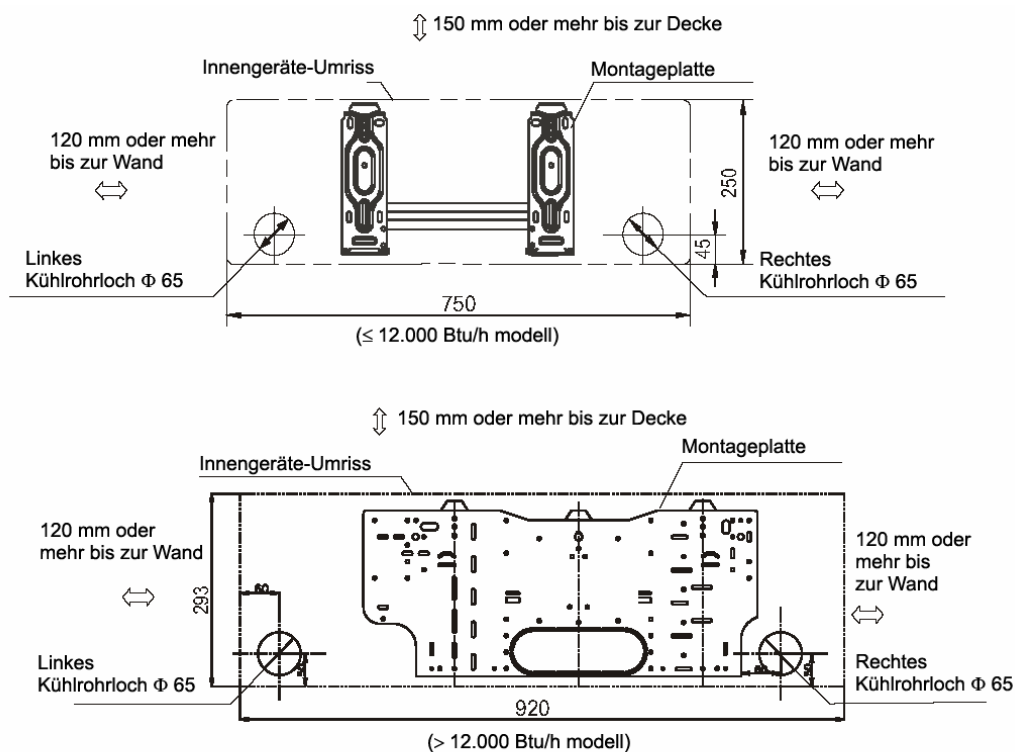

Abb. 5
1. Legen Sie die Lochpositionen nach dem Schaubild in Abb. 5 fest. Bohren Sie ein (1) Loch ( $\Phi$  65 mm), das leicht nach außen geneigt ist.